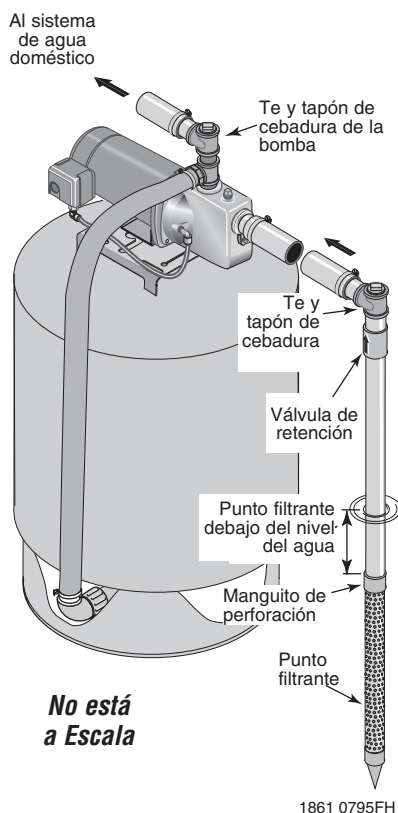

Figura 1: Instalación del punto filtrante
INSTALACION DEL PUNTO FILTRANTE (Figura 1)
- Paso 3. Utilice la menor cantidad de conexiones posible (especialmente codos) al conectar la tubería desde el punto filtrante a la abertura de aspiración de la bomba. La tubería de aspiración debe ser por lo menos del mismo tamaño que la abertura de aspiración en la bomba (incluya una válvula de retención si su bomba no viene equipada con una - consulte la Figura 1). Apoye la tubería para que no haya inclinaciones verticales ni hundimientos en ella a fin de que no ejerza presión sobre el cuerpo de la bomba y que no se incline ligeramente hacia arriba desde el pozo hacia la bomba (los puntos altos pueden resultar en la formación de bolsas de aire que pueden bloquear la bomba). Sellar las juntas de la tubería de aspiración con cinta selladora de PTFE para roscas de tubería. Las juntas deben ser herméticas y estancas. *Si la tubería de aspiración puede aspirar aire, la bomba no podrá extraer agua del pozo.* Si un punto filtrante no proporciona suficiente agua, considere la posibilidad de conectar dos o tres puntos filtrantes a una tubería de aspiración.